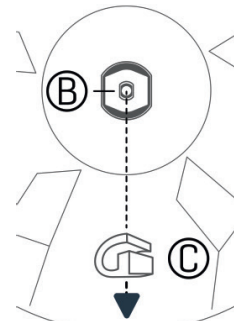

Figure 3
- 1 Vissez le support de cymbale (D) sur le bras de la cymbale de 8 mm (F).
- 2 Placez la cymbale (C) sur le support de cymbale (D), puis placez le blocage de rotation (B).
- 3 Orientez le blocage de rotation (B) vers la partie concave de la cymbale, comme sur la *Figure 3*.